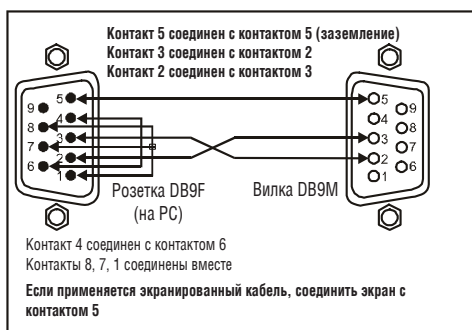

Рис. 4. Подсоединение PC без использования нуль-модемного адаптера
- Подсоедините 9-контактный порт RS-232 типа D-sub на PC к 9-контактному порту RS-232 типа D-sub на задней панели **VS-88DVI** в соответствии с рис. 4.